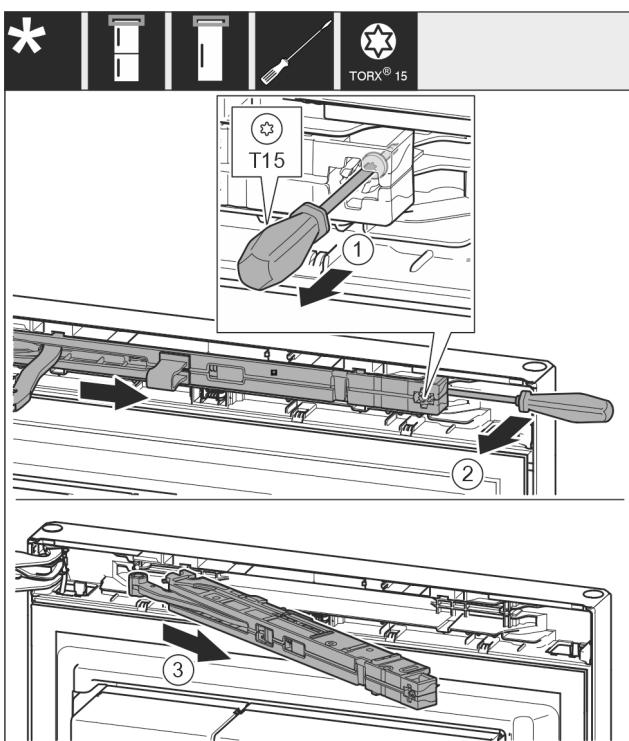

Fig. 11
- Ослабьте винт Fig. 11 (1) на узле амортизатора закрывания двери с помощью отвертки на 14 мм.
- При помощи отвертки отведите узел амортизатора закрывания двери Fig. 11 (2) со стороны ручки вперед.
- Извлеките узел амортизатора закрывания двери Fig. 11 (3).